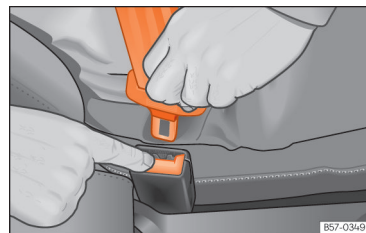

Abb. 27 Schlossung vom Gurtschloss lösen.
- Rote Taste im Gurtschloss drücken »» (Abb. 27). Die Schlosszunge springt heraus.